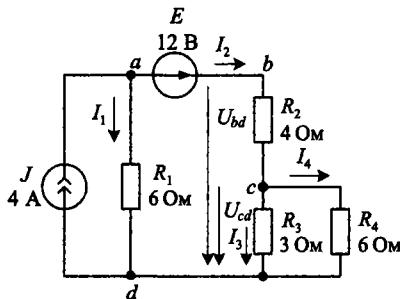
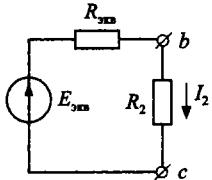

Рис. 2.3. Схема к заданию № 1
Рис. 2.9. Схема эквивалентного генератора
Схема электрической цепи изображена на рис. 2.3. Найти токи во всех ветвях и напряжения  $U_{bd}$  и  $U_{cd}$ .
Если в схеме рис. 2.3 требуется найти ток только в одной ветви, например ток  $I_2$  в ветви  $bc$ , то такой расчет проще сделать *методом эквивалентного генератора*. Для этого отключим временно резистор  $R_2$  и найдем напряжение холостого хода  $U_{bcxx}$  между точками  $bc$ . Затем найдем входное сопротивление  $R_{bcvx}$  схемы относительно точек  $bc$ . Заменим цепь с нагрузкой  $R_2$  эквивалентным генератором (рис. 2.9), в котором  $E_{экв} = U_{bcxx}$ ,  $R_{экв} = R_{bcvx}$ .
В схеме рис. 2.3 найти ток нагрузки  $I_2$  и мощность в нагрузке методом эквивалентного генератора.
1. В режиме холостого хода ток в схеме рис. 2.3 будет проходить только в источнике тока и резисторе  $R_1$ . Напряжение холостого хода найдем по формуле:  $U_{bcxx} = U_{abxx} + E = JR_1 + E$ .